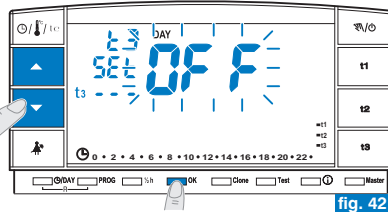

fig. 42
- Con las teclas ▲▼ cambiar el estado de funcionamiento (fig. 42).